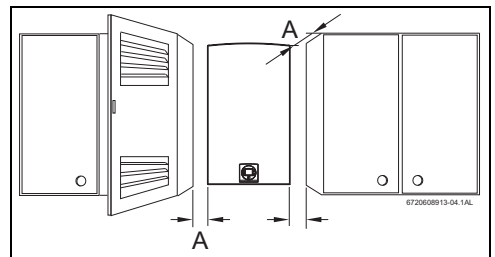

Fig. 21 Distancias mínimas
- ▶ Respetar las medidas mínimas de instalación indicadas en la Fig. 21.
- ▶ Asegurar un buen acceso para los trabajos de mantenimiento, respetando las distancias mínimas indicadas en la Fig. 21 .